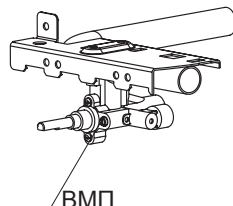

рис. 18
21.3 Настройка регулируемых ВМП горелок стола и духовки (рис. 18).